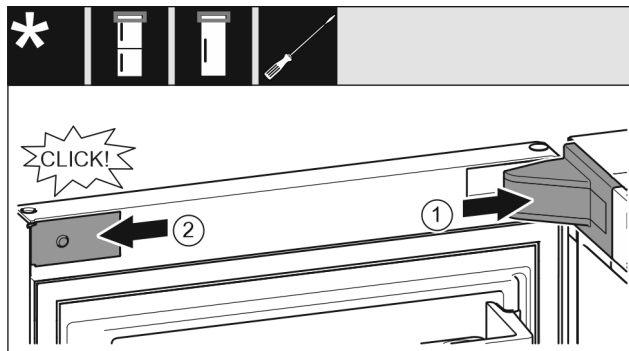

Fig. 25
- Nasadte a zaklapněte kryt stojanu ložiska Fig. 25 (1), příp. opatrně přitlačte od sebe.
- Z boku nasadte záslepku Fig. 25 (2) a zaklapněte.